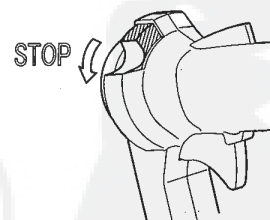

Fig.6-4
1. Relâcher la gâchette d'accélérateur (B).
2. Repousser le bouton d'arrêt (A) en position STOP. (Fig.6-4)